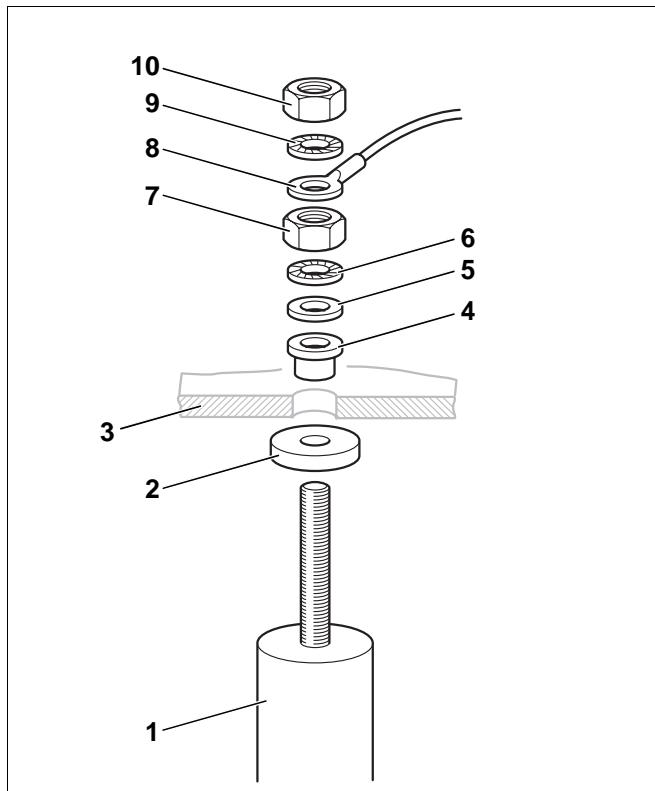

Рис. 17 Замена магниевого анода
- Проверить износ магниевого анода (рис. 17, **поз. 1**). Замените анод, если его диаметр уменьшился примерно до 15 – 10 мм.
- Открутить гайку M8 (рис. 17, **поз. 10**), чтобы освободить ушко заземляющего кабеля (рис. 17, **поз. 8**).
- Открутить гайку M8 (рис. 17, **поз. 7**).
- Снять крышку смотрового люка (рис. 17, **поз. 3**) с магниевого анода (рис. 17, **поз. 1**).